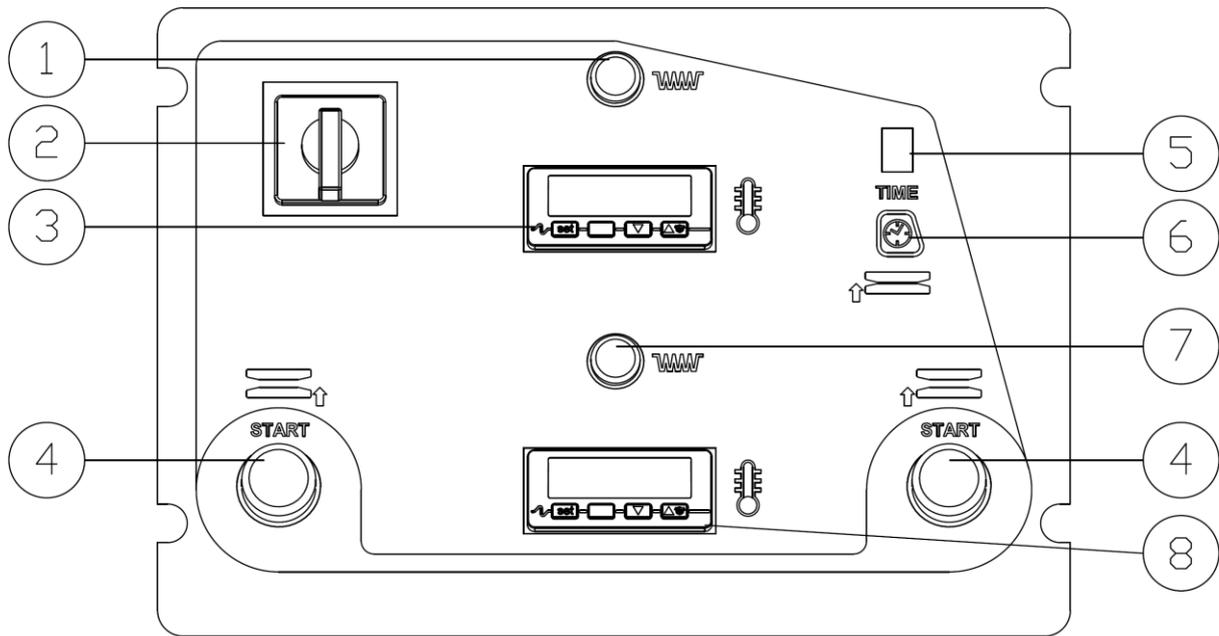
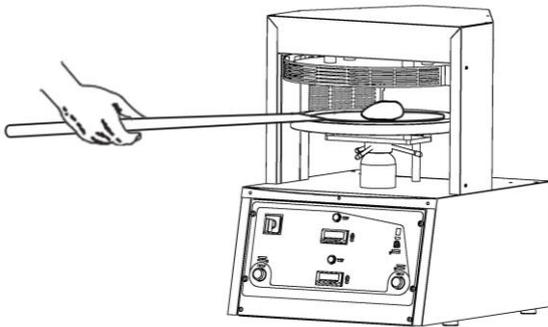
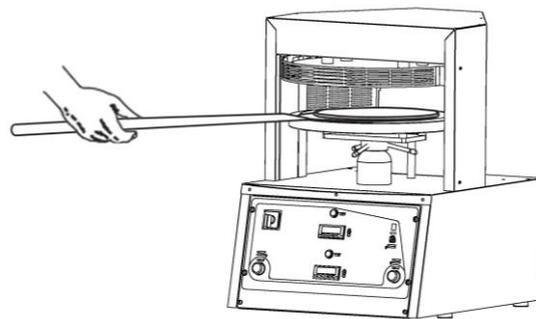

Fig. 5.2. Bedienpult
Fig. 5.3.
Fig. 5.4.
Den Bediengriff des Schalters B (Fig.5.2) auf Stellung 1 drehen: somit bleibt die Anlage im Stillstand. Die Schaltuhr F auf 10 Sekunden programmieren, danach die Thermostaten C-H (Fig.5.2) auf 150° C einstellen – darauf leuchten die Melder A-E-G auf.
1. Anlage ausschalten, indem man den Bediengriff des Schalters (Bild.5.2 Pos. 2) dreht und auf Position 0 bringt.
Den Drehknopf des Schalters (Fig.5.2 Pos. 2) auf Position 0 bringen: die Anlage kommt zum Stehen und die Melder schalten sich aus. Nun die Anlage einschalten, nach ca. 15 Minuten einige Probereinschaltungen auf Leerlaufmodus betätigen und dabei überprüfen, ob sowohl die Erwärmung als auch die Funktionsfähigkeit der Platte im Allgemeinen in Ordnung sind.
Nach der Einschaltung der Anlage die Schaltuhr von 1 auf 10 Sekunden programmieren (Fig. 5.2 Pos. 6) und die Thermostate auf einen Bereich zwischen +150° und +160° C regeln (Fig. 5.2 Pos. 3 und 8). Gleichzeitig werden die im Inneren der Scheiben liegenden elektrischen Widerstände aktiviert, die durch thermische Wirkung die Erwärmungsphase der Scheiben bewirken. Ihre Temperaturen werden immer konstant auf den von den Thermostaten vorgegebenen Werten gehalten, welche - wenn nicht korrekt - bei jeder Regulierungsoperation der Temperatur die Ein- und Ausschaltung der Melder stark beeinträchtigen können (Fig. 5.2 Pos. 1 und 7).
Sobald die thermische Stabilisierung der Scheiben erreicht ist (deren Wartezeit von dem ausgewählten Temperaturwert abhängt) kann die operative Phase gestartet werden. Mithilfe eines geeigneten, leicht bemehlten Schaufel (Fig. 5.3) eine bereits angestiegenen Teigkugel nehmen (mindestens 4-6 Stunden Ansteigen) und sie in die Mitte der unteren Scheibe ablegen. Die Schaltknöpfe betätigen (Fig. 5.2 Pos. 4), um den Steigungs- und Senkungslauf der unteren Scheibe in Gang zu bringen.
Die Dauer des Zusammendrückens der Scheiben, die zur Formung des Teiges erforderlich ist, wird je nach dem vorher bereits eingegeben Wert durch die Schaltuhr geregelt (Fig. 5.2 Pos. 6). Während des Stillstandes leuchtet der Melder (Fig. 5.2 Pos. 5). Nach Beendigung des Zusammendrückens senkt die untere Scheibe bis zur ursprünglichen Stillstandposition ab. Nach Beendigung des Ablaufs wird der Teig eine flache und runde Form angenommen haben und kann somit mit dem dazu entsprechenden Schaufel herausgenommen werden (Fig. 5.4).
Den Hauptschalter (Fig. 5.2 pos. 2) auf Position 0 mit Drehbewegung bringen, bis die operative Phase beendet ist. Am Ende jeder Anwendung die Reinigung gemäss den Anweisungen des Kapitels 7 vornehmen.
Um die Formung des Teiges sowie den Antihafteffekt der Scheiben zu optimieren muss die Scheibentemperatur konstant auf Werten zwischen 150 und 160°C gehalten werden (die zur Stabilisierung benötigte Zeit ist ca. 15 Minuten ab der Einschaltung). Diese Funktion wird von den Thermostaten übernommen (Fig.5.2 Pos. 3 e 8).
Den Knopf der Stillstandregelung drücken (Fig.5.2 Pos. 6).